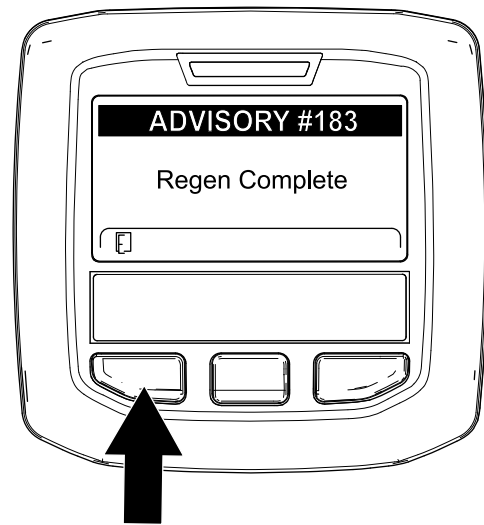

Figura 58
- Cuando el ordenador del motor finaliza una regeneración con la máquina aparcada o una regeneración de recuperación, el InfoCenter muestra ADVISORY #183 (Aviso n.º 183) (Figura 58). Pulse el botón de la izquierda para salir a la pantalla de inicio.
**Nota:** Si la regeneración no se realiza correctamente, el InfoCenter muestra Advisory #184 (Aviso n.º 184) (Figura 58). Pulse el botón de la izquierda para salir a la pantalla de inicio.